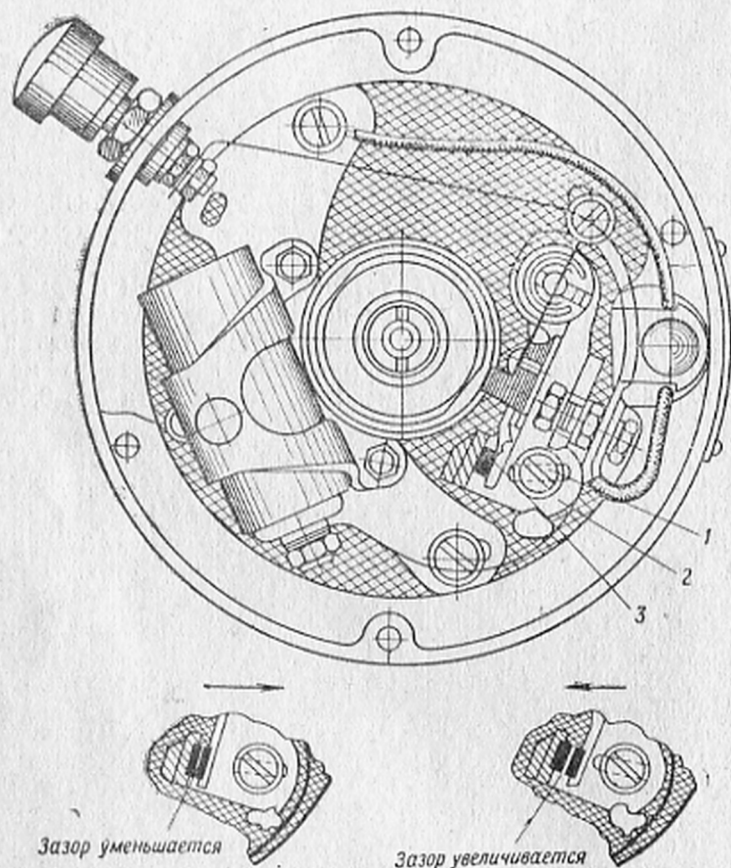

Рис. 36. Регулировка зазора контактов прерывателя:
1. Поворачивая вал винта, установить механизм прерывателя в такое положение, чтобы выступ подушки находился на вершине грани кулачка (рис. 36). В этом положении проверить зазор щупом между контактами прерывателя. Если зазор меньше 0,3 мм или больше 0,4, то его необходимо довести до 0,35 мм; при этом следует: